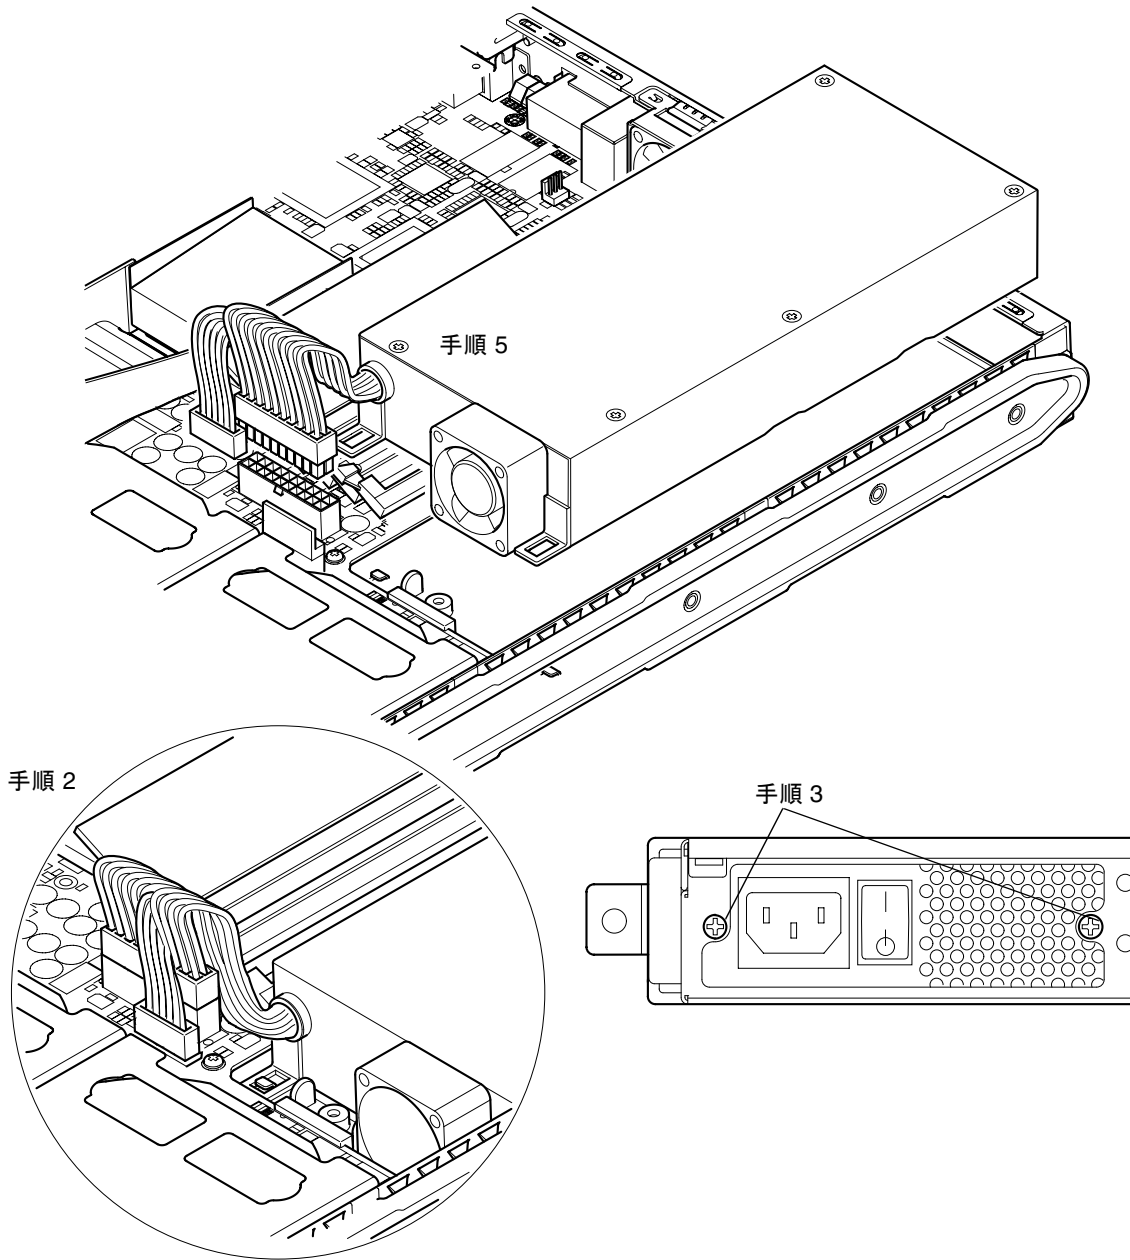

図 11-9 電源装置の交換
3. 本体背面のねじ 2 本を取り外します (図 11-9 を参照)。
5. 新しい PSU をシャーシ底部の突起に合わせ、背面方向にずらして、所定の位置に収めます (図 11-9 を参照)。